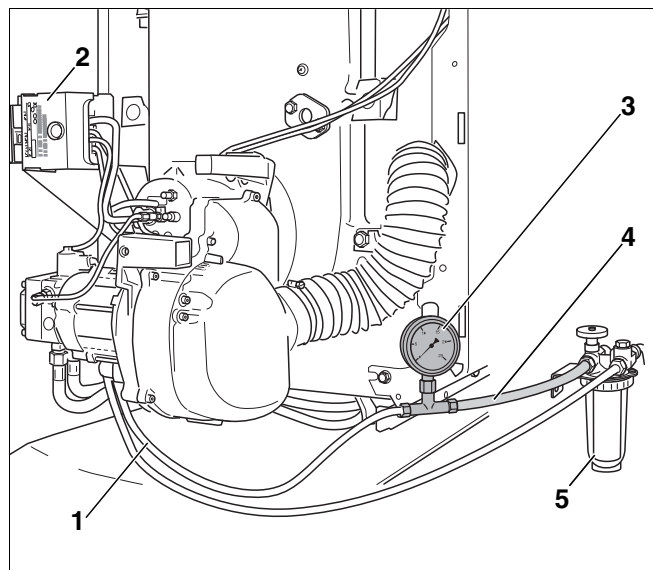

Рис. 11 Топливный фильтр, вакуумметр и прозрачный трубопровод
- Установить вакуумметр (рис. 11, поз. 3) с прозрачным шлангом (рис. 11, поз. 4; дополнительная комплектация), как показано на рисунке 11, между топливным фильтром (рис. 11, поз. 5) и всасывающим топливопроводом (рис. 11, поз. 1).
- Снять автомат горения дизельного топлива (рис. 11, поз. 2) с цоколя.
- Контролируйте отсутствие пузырьков воздуха во всасываемом топливе и его давление по прозрачному шлангу (рис. 11, поз. 4) или по вакуумметру (рис. 11, поз. 3).
- Перекрыть запорный кран на топливном фильтре (рис. 11, поз. 5, стр. 18) и снять прозрачный шланг (рис. 11, поз. 4, стр. 18) с вакуумметром (рис. 11, поз. 3, стр. 18).
- Присоединить всасывающий трубопровод (рис. 11, поз. 1, стр. 18) к штуцеру на топливном фильтре (рис. 11, поз. 5, стр. 18).
- Открыть запорный кран на топливном фильтре (рис. 11, поз. 5, стр. 18).